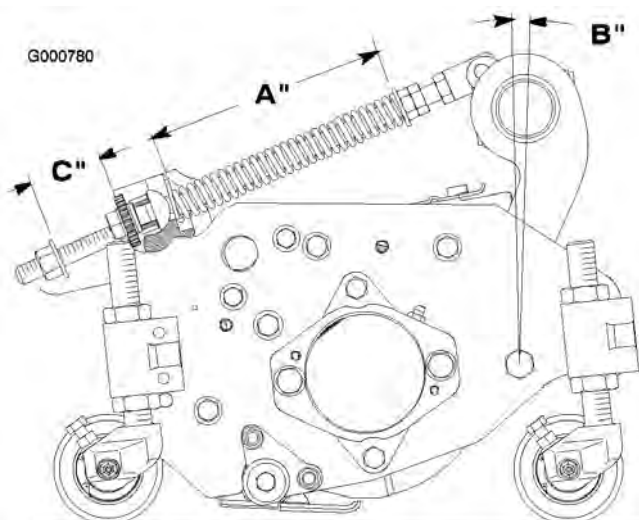

Figure 73
Le ressort de compensation (Figure 73) qui relie le bâti porteur au plateau de coupe, contrôle la rotation avant/arrière disponible ainsi que la garde
1. Serrez le contre-écrou à l'arrière de la tige de ressort jusqu'à obtenir un écartement (C) de 25 mm entre l'arrière du support du ressort et l'avant de la rondelle (Figure 73).
2. Serrez les écrous hex. sur l'extrémité avant de la tige de ressort jusqu'à ce que la longueur du ressort comprimé (A) soit égale à 203 mm (Figure 73).
Remarque: Lorsque vous tondez des gazons irréguliers ou ondulés, augmentez la longueur du ressort comprimé (A) à 216 mm et l'écartement (C) entre l'arrière du support de ressort et l'avant de la rondelle à 38 mm (Figure 73).